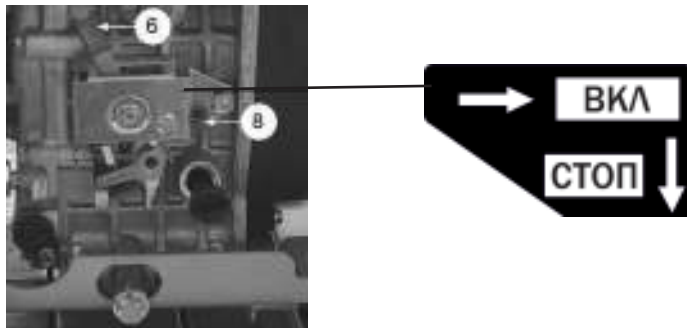

Рис. 10
1. Установите рычаг дроссельной заслонки 6 (Рис. 10) в положение «Вкл.»
1. Нажмите на рычаг остановки двигателя 8 (Рис. 10) в положение «СТОП»